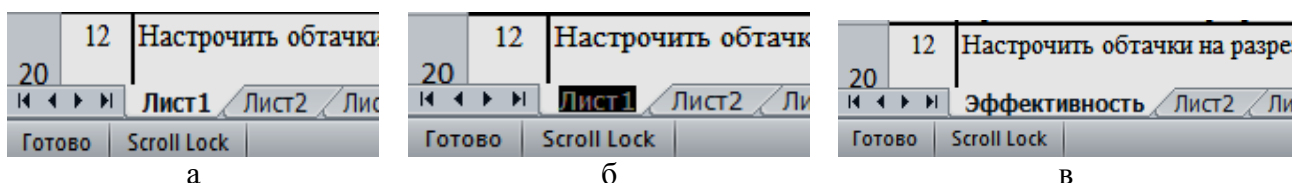

Рисунок 2.5 – Переименование листа книги
- щелкнуть правой кнопкой мыши непосредственно по заголовку листа **Лист1** (рисунок 2.5 а);
- выбрать команду *Переименовать* (рисунок 2.5 б);
- ввести с клавиатуры новый заголовок **Эффективность** (рисунок 2.5 в);